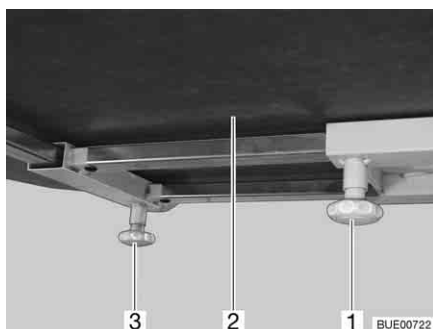

Fig. 95 Tavolo fisso
- Svitare la vite a testa cilindrica zigrinata (Fig. 95,1).
- Spingere il piano del tavolo (Fig. 95,2) nella posizione desiderata.
- Svitare la vite a testa cilindrica zigrinata (Fig. 95,3).